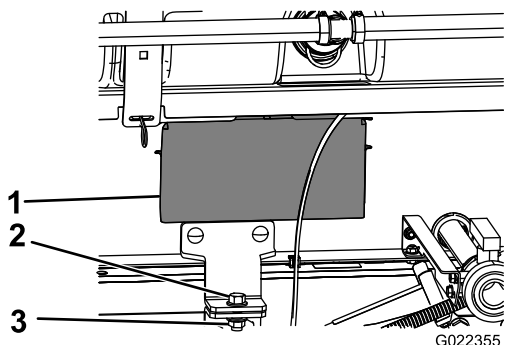

図 36
5. スキッドフレームの両側についているアクセスパネルを外す (図 36)。
8. タンク台アセンブリをフレームの左右にある荷台ブラケットに固定する ボルト $\frac{1}{2} \times 1\frac{1}{2}$ " 1本、ロックナット $\frac{1}{2}$ " 1個を使用して 図 36 のように取り付ける。